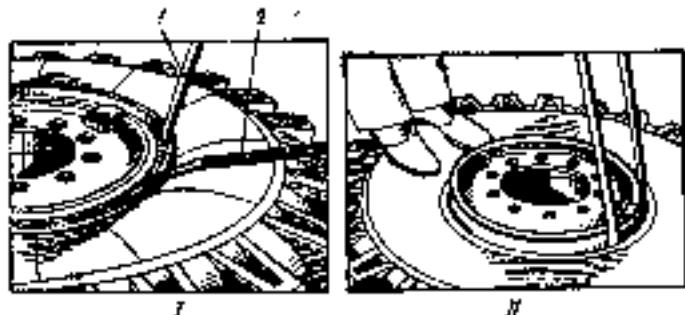

Bild 90: Demontage des Rades 254F-608.
2. Das gekrümmte hakenförmige Ende des Montierhebels zwischen dem Bordring und der Felgenschelle in die spezielle Demontagennut einsetzen. Den Bordring abwärts drücken, in den entstandenen Spalt das flache Ende des anderen Montierhebels einführen (Bild 90, 1) und den ersten Hebel herausnehmen. Am ganzen Umfang die flachen Enden beider Montierhebel nacheinander in den Spalt einschieben und den Reifenwulst abwärts über den Bordring drücken, so daß der Reifenwulst von der Felgenschelle abgetrennt wird.
zwischen dem Wulst und der Felge derart einstecken, daß sie den Wulst von innen gut greifen (Bild 90, II). Den Wulst nach außen drücken.